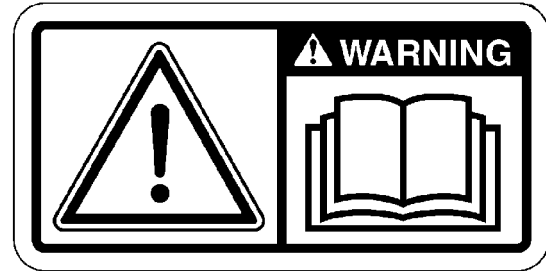

Abbildung 1
Das Schild Allgemeine Warnung (1) befindet an beiden Seiten des Sockels des Ventiltriebdeckels. Siehe Abbildung 1.